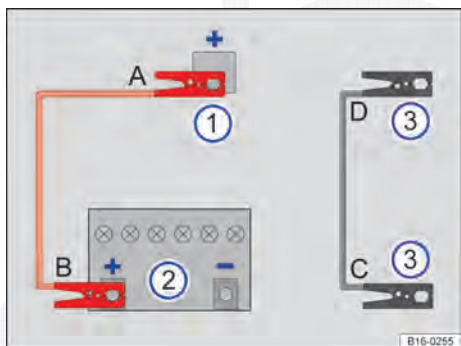

Fig. 30 Esquema para a conexão dos cabos auxiliares de partida.
Legenda para Fig. 30:
Conectar o cabo auxiliar de partida somente na sequência **A – B – C – D** ⇒ Fig. 30.
- Desconectar o cabo auxiliar de partida somente na sequência **D – C – B – A** ⇒ Fig. 30.
- Procurar uma Concessionária Volkswagen ou uma empresa especializada e mandar verificar a bateria do veículo 12 V ⇒ ①.